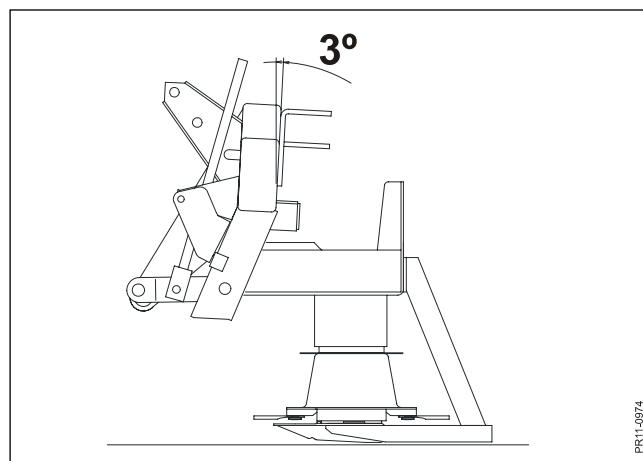

Fig. 3-9
- Fig. 3-9** Stubhøjden kan øges ved at kipe maskinen op til 3° bagover, hvilket svarer til at knivbjælken kører helt vandret henover jorden.